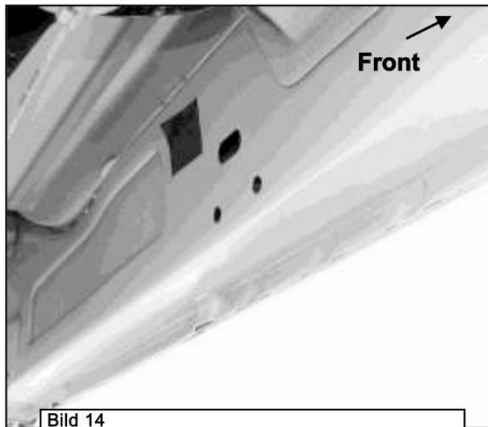
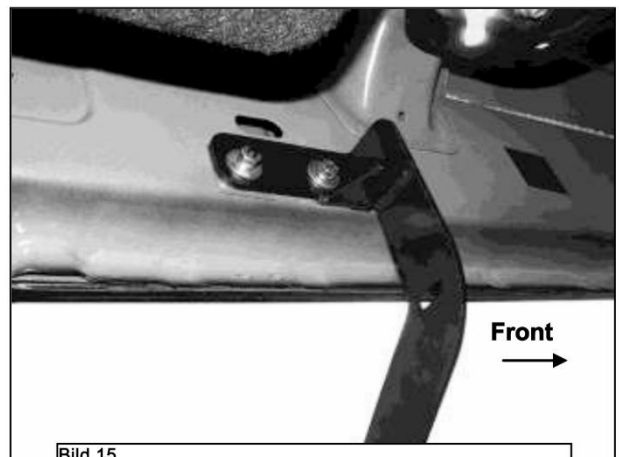
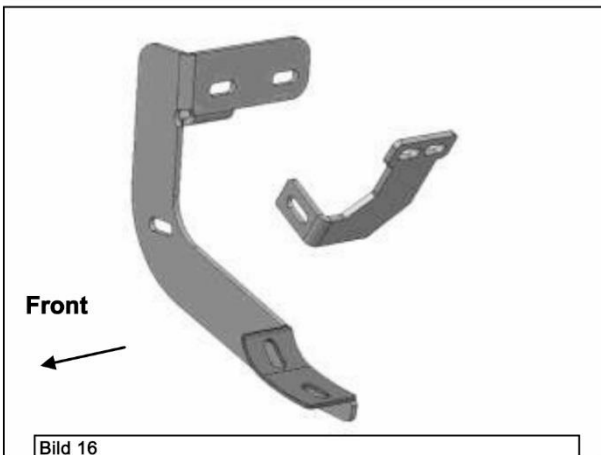

Bild 14
Bild 15
Bild 16
5. Gehen Sie nun an der Karosserie weiter zum Montagepunkt für die mittlere Halterung (**Bild 14**). Wiederholen Sie den entsprechenden **Schritt 3** um die mittlere Halterung an der Fahrerseite zu montieren (**Bild 15 & 16**). **WICHTIG:** Die vordere Halterung ist anders als die für die Mitte und Hinten (überprüfen Sie dies auf der oberen Skizze und achten Sie auf die Position der Montageplatte). Nehmen Sie nun eine der Halterungen für die Mitte/Hinten. Wiederholen Sie den **Schritt 4** um die Stützhalterung auf der Rückseite der mittleren Halterung und den Montagepunkten in der Quetschnaht, sofern diese vorhanden sind, zu befestigen (**Bild 16 & 20**).